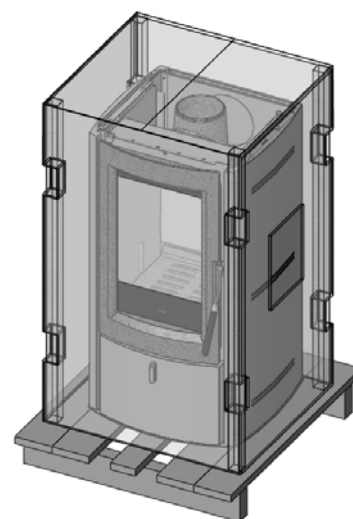

Figura 1 - Imballo stufa Nogal
- uno contiene la stufa con i fianchi montati (figura 1)